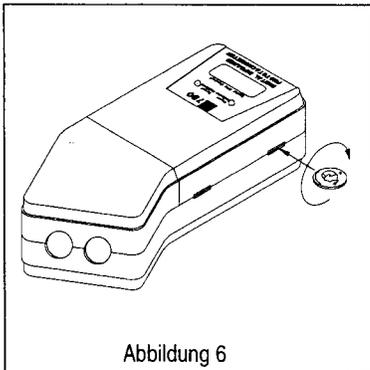

Abbildung 6
- Das Gerätegehäuse laut Abbildung 6 öffnen.